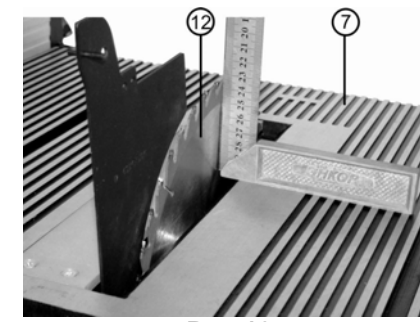
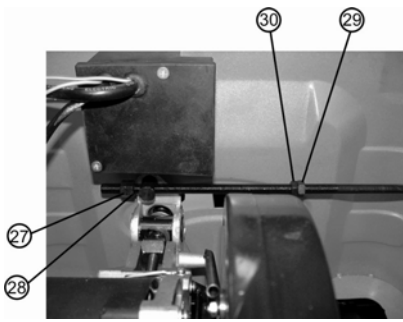

Рис.13
Рис. 14
- ослабьте контргайку (27) и, вращая гайку (28), Рис.14, отрегулируйте пильный диск в положении, соответствующем 90° к плоскости стола, Рис.13;
- затяните контргайку (27), Рис. 14.
10.2. Регулировка наклонного положения 45° (Рис. 14)